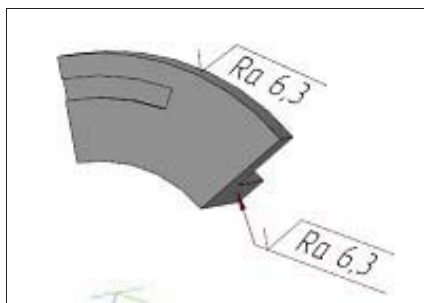

Рис. 28.13. Варианты размещения обозначения
- ◆ в графической области курсором определите положение текста на размерной линии и щелкните ЛК мыши — знак шероховатости поставлен. В **Дереве** модели появился новый элемент **Обозначение шероховатости: 1** со своей пиктограммой. У вас должно получиться как на рис. 28.13;
- ♦ укажите точку вставки и нажмите кнопку **Создать объект** — обозначение шероховатости поверхности создано (см. рис. 28.13);